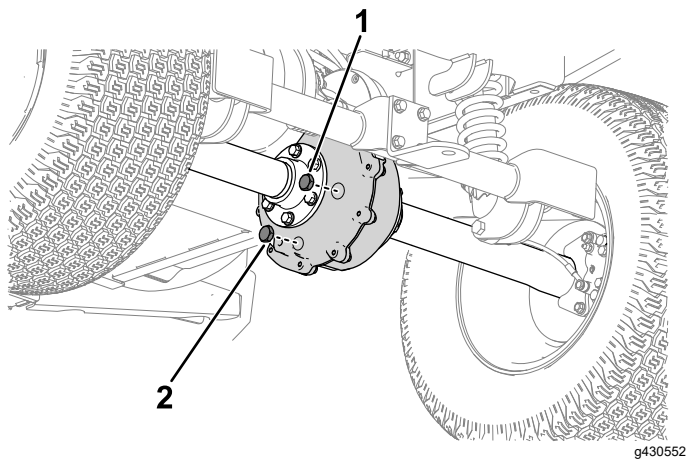

Bild 47
1. Stellen Sie eine Auffangwanne unter die Ablassschraube der Transaxle (Bild 47).
2. Entfernen Sie die Füllschraube (Bild 47).